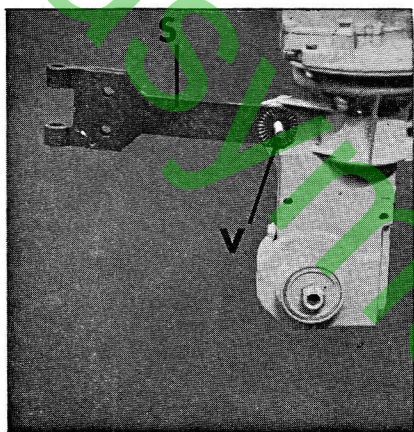

Fig. 1
- Engager de gauche à droite la vis d'assemblage à 6 pans V et fixer le support éperon S sur le carter d'entraînement (fig. 1).